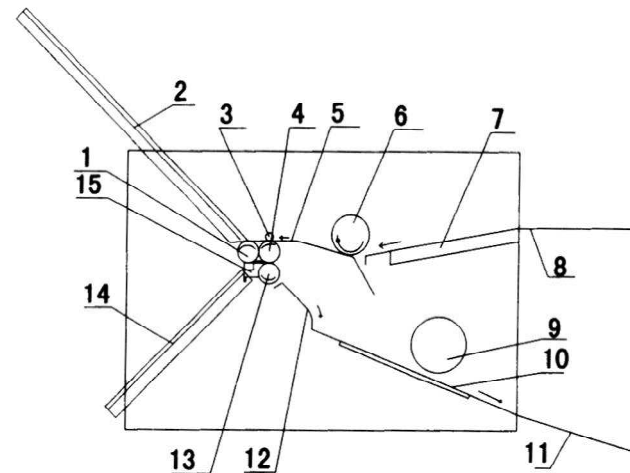

Рисунок 1
**Рисунок 1:** лист на подложке для подачи бумаги (7) толкается валиком (6) для того чтобы достичь плиты (5). Перемещаемый с помощью ведомого (3) и ведущего валов (4), лист отправляется в верхнюю кассету фальцовки (2). Затем ведомый вал (1) и ведущий вал (4) с квадратным стержнем (15) вместе должны завершить первый фальц. После первого фальца ведомый вал (1) отправляет лист в нижнюю кассету фальцовки (14), ведущий вал (4) вместе с